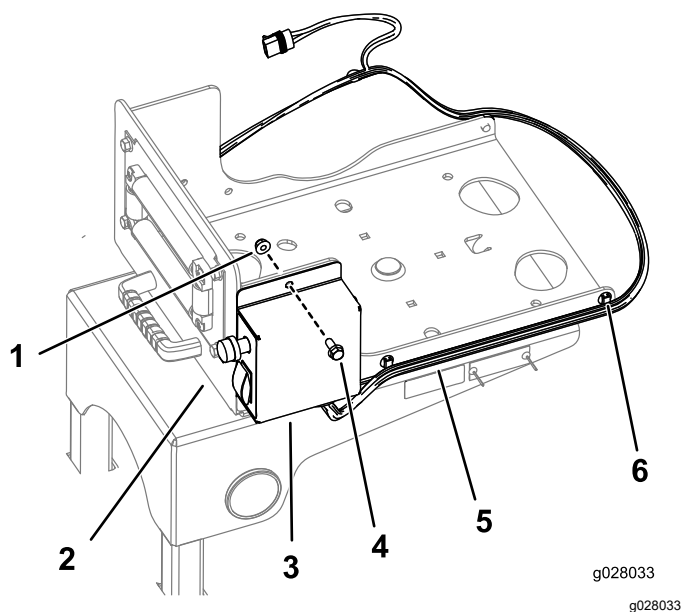

Figura 21
3. Prenda a caixa de interruptores à placa articulada utilizando 2 parafusos (5/16-18 x 1/4 pol.) e 2 porcas flangeadas (5/16-18 pol.) como se mostra na Figura 21.
4. Prenda cablagem às partes laterais da placa articulada utilizando as abraçadeiras existentes (Figura 21).